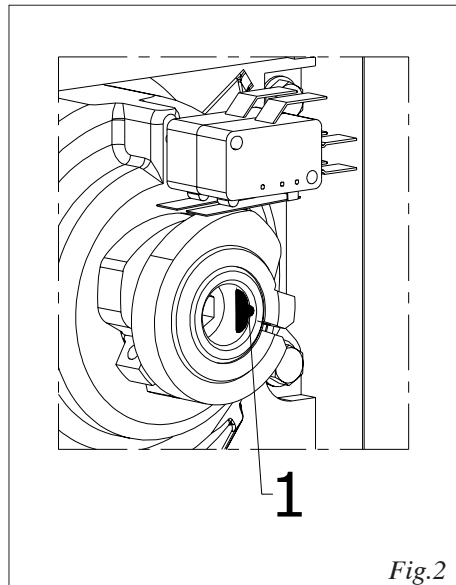

Fig.2
**La battuta meccanica è costituita da una spina elastica (fig.2 rif.1) che non deve essere oltrepassata per evitare di compromettere il funzionamento del dispositivo di sblocco.**